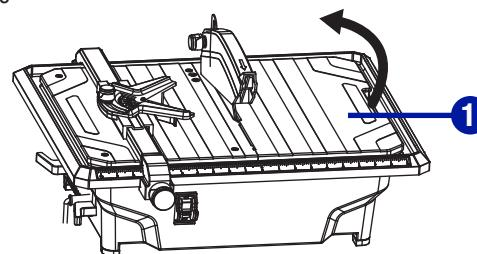

Fig. 17
INSTALLATION DU DISQUE DE COUPE (Fig. 17 et 19)
- Soulevez le guide de coupe vertical à 45° (1) à un angle d'environ 45° et retirez-le. (Fig. 17)